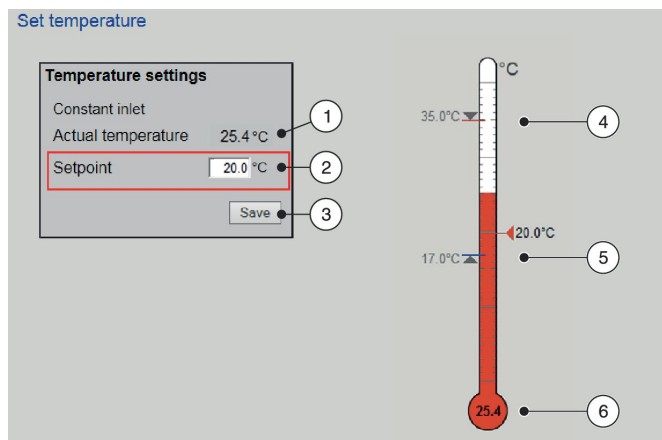

Рис. 33: Установка температуры
- Введите уставку температуры (Рис. 33/2).
- Нажмите на «Сохранить» (Рис. 33/3).